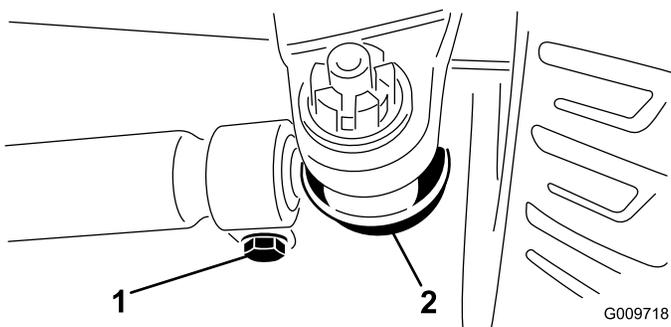

**Рисунок 87**
2. Измерьте межцентровое расстояние (на высоте моста) на передней и задней стороне рулевых колес (**Рисунок 87**).